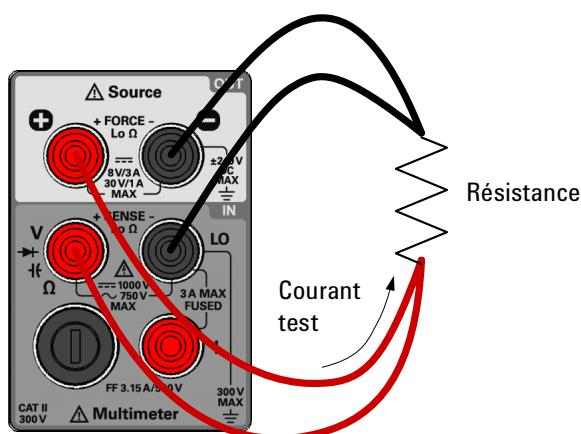

Figure 2-4 Branchements pour mesurer une résistance 4 fils
- Branchez les cordons de test rouge et noir dans les bornes de sortie **(+)** (FORCE +) et **(-)** (FORCE -), comme indiqué dans la Figure 2-4.
- Branchez les cordons de test rouge et noir dans les bornes d'entrée **Ω** (SENSE +) et **LO** (SENSE -), comme indiqué dans la Figure 2-4.